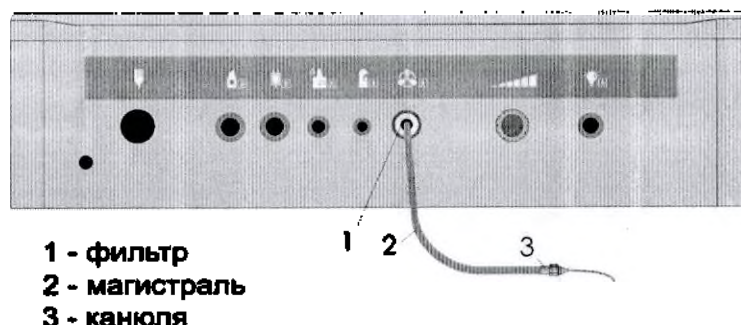

Рис.16.6 – Схема подготовки системы «Оптимед Профи» к работе с устройством подачи воздуха.
- Собрать систему подачи воздуха (Рис.16.6):